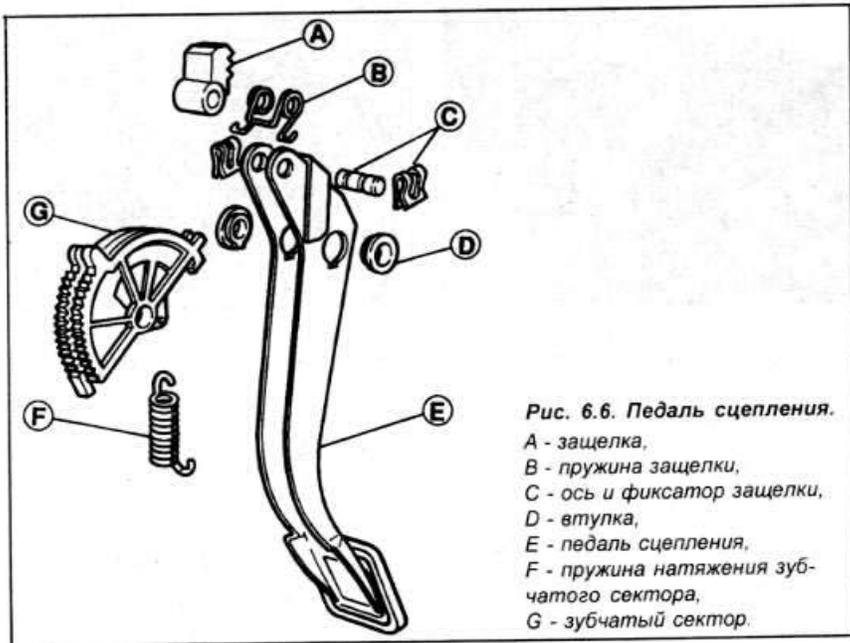

Рис. 6.6. Педаль сцепления.
- При необходимости разберите педаль сцепления и проверьте состояние ее деталей (см. рис. 6.6, 6.7).